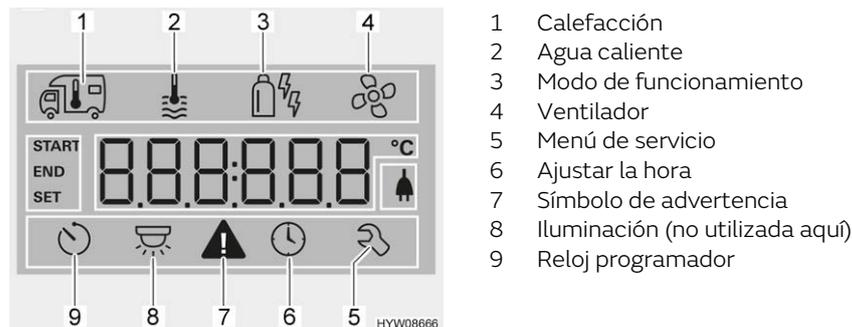

Fig. 210 Display (unidad de mando)
- Girar el pulsador giratorio (Fig. 209,6) hasta que parpadee el símbolo de menú Calefacción (Fig. 210,1).
- Girar el pulsador giratorio (Fig. 209,6) hasta que parpadee el símbolo de menú Agua caliente (Fig. 210,2).
- Girar el pulsador giratorio (Fig. 209,6) hasta que parpadee el símbolo de menú de modo de funcionamiento (Fig. 210,3).
- Girar el pulsador giratorio (Fig. 209,6) hasta que parpadee el símbolo de menú Ventilador (Fig. 210,4).
- Girar el pulsador giratorio (Fig. 209,6) hasta que parpadee el símbolo de menú Reloj programador (Fig. 210,9).
- Pulsar el pulsador giratorio. El reloj programador estará activado. El símbolo Reloj programador (Fig. 210,9) parpadeará si el reloj programador está programado y activo.
En caso de una advertencia, parpadeará el símbolo de advertencia (Fig. 210,7). La calefacción continuará funcionando. Si sólo se trata de una avería temporal, el símbolo de advertencia se apagará automáticamente. En caso de una avería, la unidad de mando inmediatamente visualizará el código de error de la avería. La calefacción se desconectará. Pulsar el pulsador giratorio para volver a arrancar la calefacción.